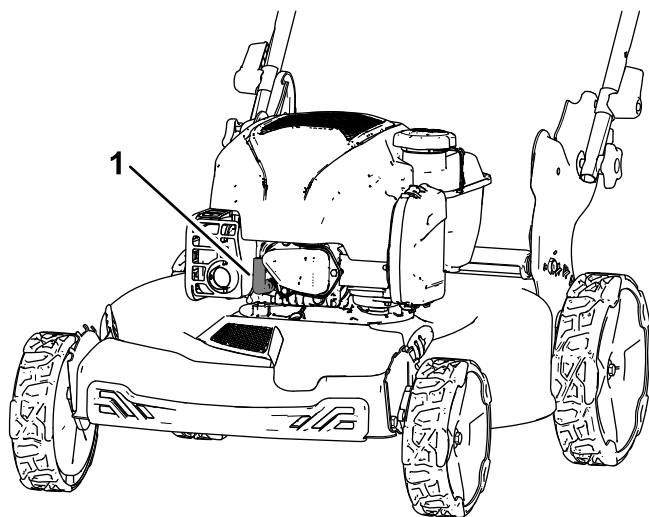

Рисунок 17
2. Отсоедините провод от свечи зажигания (Рисунок 17).